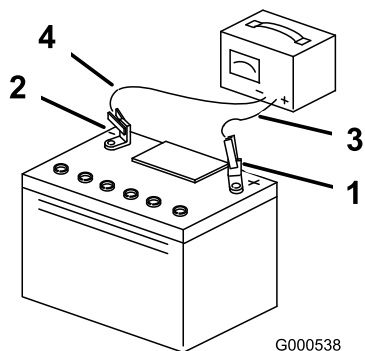

Figura 38
- Quando la batteria è completamente carica, staccate il caricabatterie dalla presa elettrica e scollegate i cavi di ricarica dai poli della batteria (Figura 38).